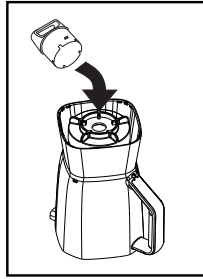

Fig. 17
- Voltee el disco de fondo roscado negro para el vaso de 2 L hacia abajo y colóquelo en la parte inferior roscada del vaso sobre la parte inferior de la cuchilla. Gire hacia la derecha para ajustar (Fig. 17). Asegúrese de que la parte inferior roscada del vaso esté fija al vaso antes de usar.